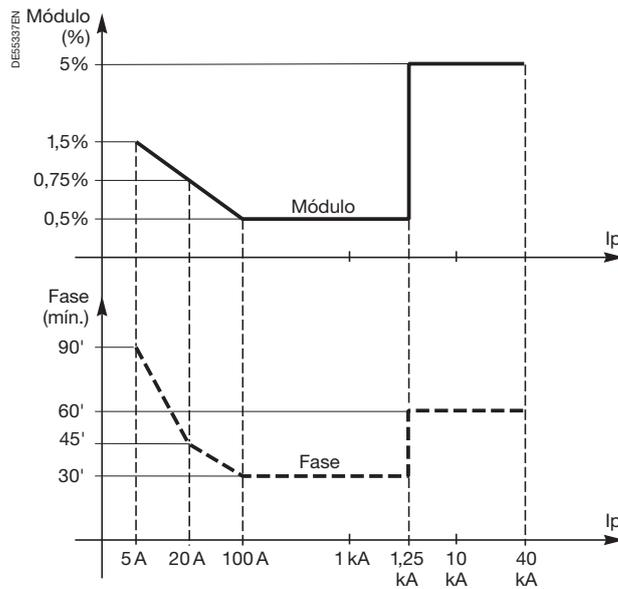

Fig. 38. Características de precisión de LPCT.
- Clase 5P de 1,25 kA a 40 kA (fig. 38).